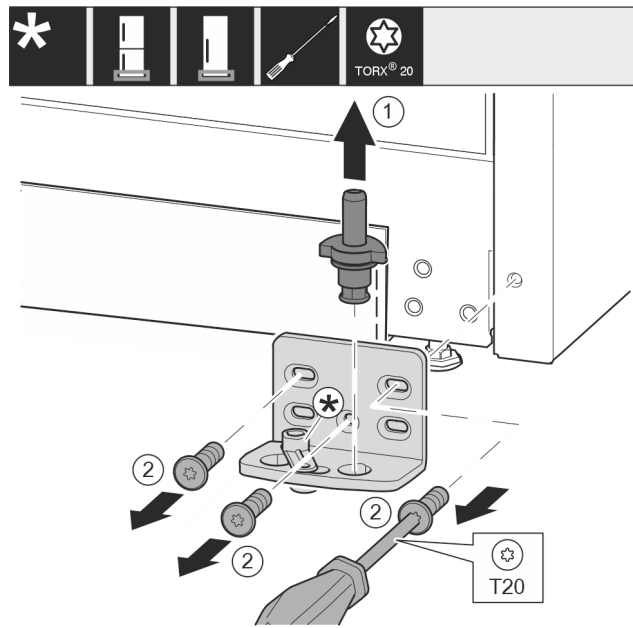

Fig. 18
- ▶ Lagerbolzen Fig. 18 (1) komplett nach oben herausziehen.
- ▶ Schrauben Fig. 18 (2) mit Schraubendreher herausdrehen und Lagerbock abnehmen.